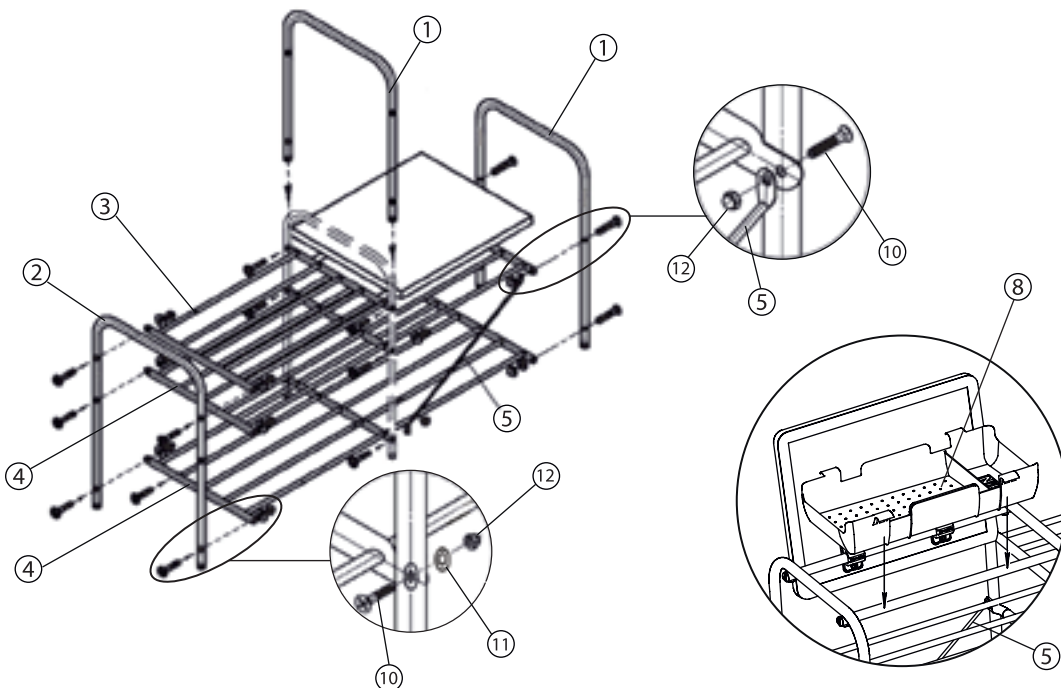

Рис. 3 Сборка каркаса (вид сзади)
- Установить и закрепить полки (3) и (4) к стойкам (1) и (2). Для удобства монтажа, рекомендуется начинать сборку с полки малой (3). **Обратите особое внимание на правильность установки полок относительно стоек!** Со стороны шарниров сиденья (7) установить стяжку (5). Для крепления использовать винты М5х25 (10), шайбы (11) и гайки (12). В местах крепления стяжки (5) шайбы (11) не устанавливать (см. рис. 3);